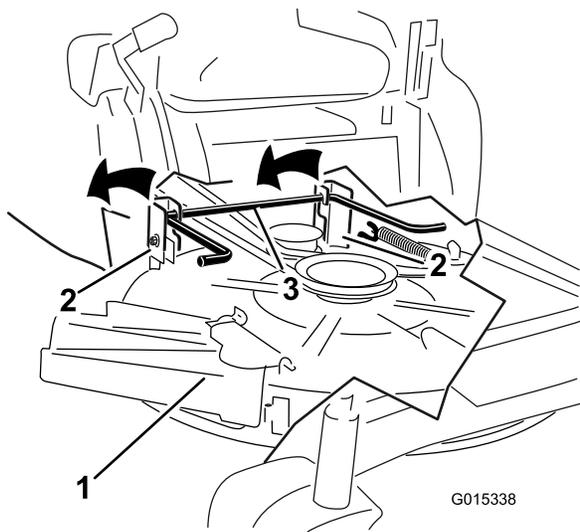

Figura 56
5. Eleve la carcasa del cortacésped y desenganche la varilla de elevación trasera de las pletinas de suspensión, y baje el cortacésped con cuidado al suelo (Figura 56).
- Eleve la parte trasera de la carcasa de corte y coloque las pletinas de suspensión sobre la varilla de elevación trasera (Figura 56).